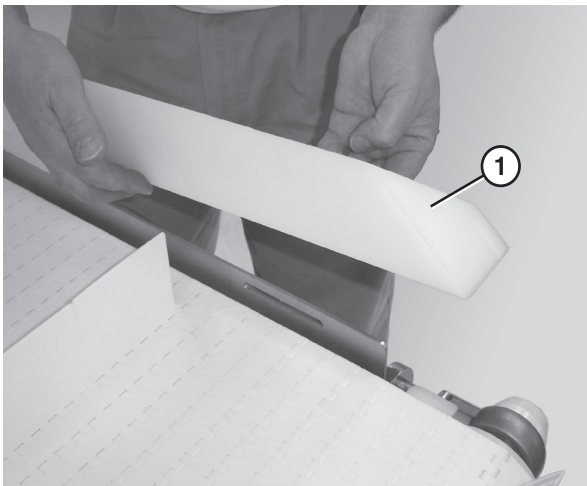

Abbildung 30
2. Entfernen Sie die Führung (Abbildung 30, item 1).